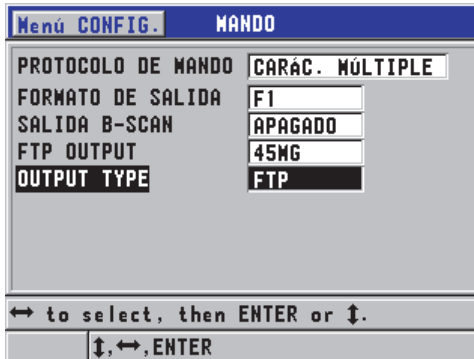

Figura 8-3 Pantalla MANDO
2. En la pantalla **MANDO** (véase la Figura 8-3 en la página 165):